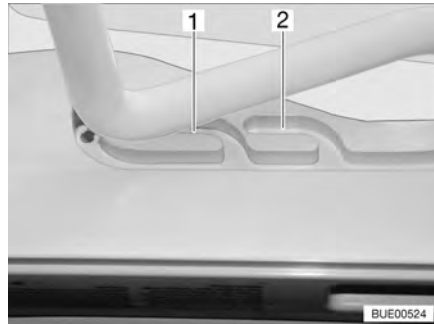
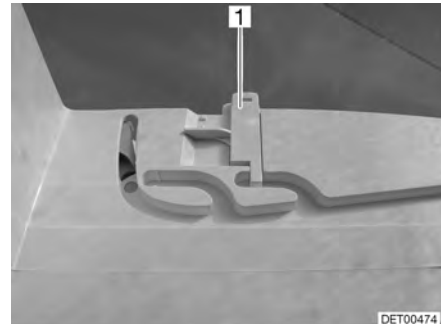

Fig. 62 Lanterneau Heki en position de ventilation
Fig. 63 Verrouillage position de ventilation
Il est possible d'amener le lanterneau Heki en deux positions de ventilation : Position pour mauvais temps (Fig. 62,1) et position intermédiaire (Fig. 62,2). Suivant le modèle, il est possible de verrouiller le lanterneau en position intermédiaire avec le verrou (Fig. 63,1).
- Pousser légèrement l'étrier vers le haut, le pousser dans la glissière choisie (Fig. 62,1 ou 2) et le verrouiller si nécessaire.